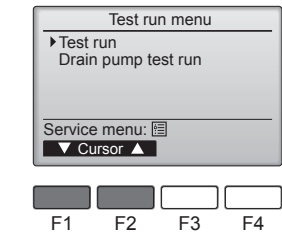

Рис. 7-2
- Выберите режим "Test run" (Пробный пуск) в Меню пробного пуска и нажмите кнопку [ВЫБОР]. (Рис. 7-2)